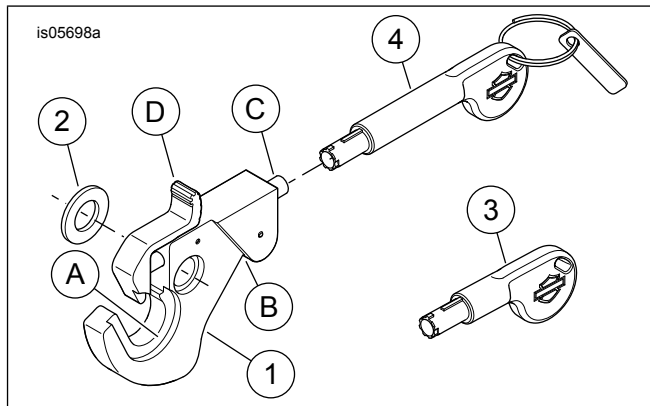

Figura 3. Parti di ricambio: Kit serrature rimovibili
Vedere Figura 3 e Tabella 2.
Vedere Figura 3. A seconda della parte rimovibile installata, si utilizzeranno il rilievo (A) e gli intagli (B) come distanziali o punti di ancoraggio. Verificare che la chiusura con serratura sia posizionata in modo tale che ci sia lo spazio per inserire la chiave e sbloccare la chiusura.
1. **Bloccaggio della chiusura:** Vedere Figura 3. Una volta installata la parte rimovibile, premere la serratura a molla (C).